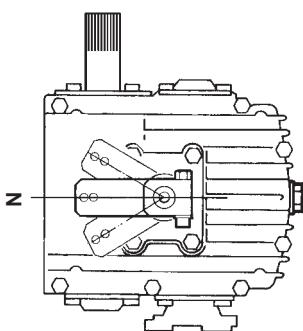

Fig. 2
WARNING. When the engine runs idle, but the propeller shaft should not be driven (such as when charging the battery with the generator), the shifting lever (Fig. 2) must be held in the neutral position (N) to prevent the boat from moving.
PERICOLO. Quando il motore gira al minimo e si desidera che l'elica non giri (per esempio se si deve caricare la batteria con la barca ferma), la leva di comando deve trovarsi in posizione neutrale N (vedere fig. 2).
WANRUNG. Wenn der Motor im Leerlauf läuft und die Propellerwelle aber nicht angetrieben werden soll (z.B. beim Aufladen der Batterie durch den Generator), muß der Schalthebel (Bild 2) in der neutralen Position (N) gehalten werden, da das Boot sich sonst bewegt.